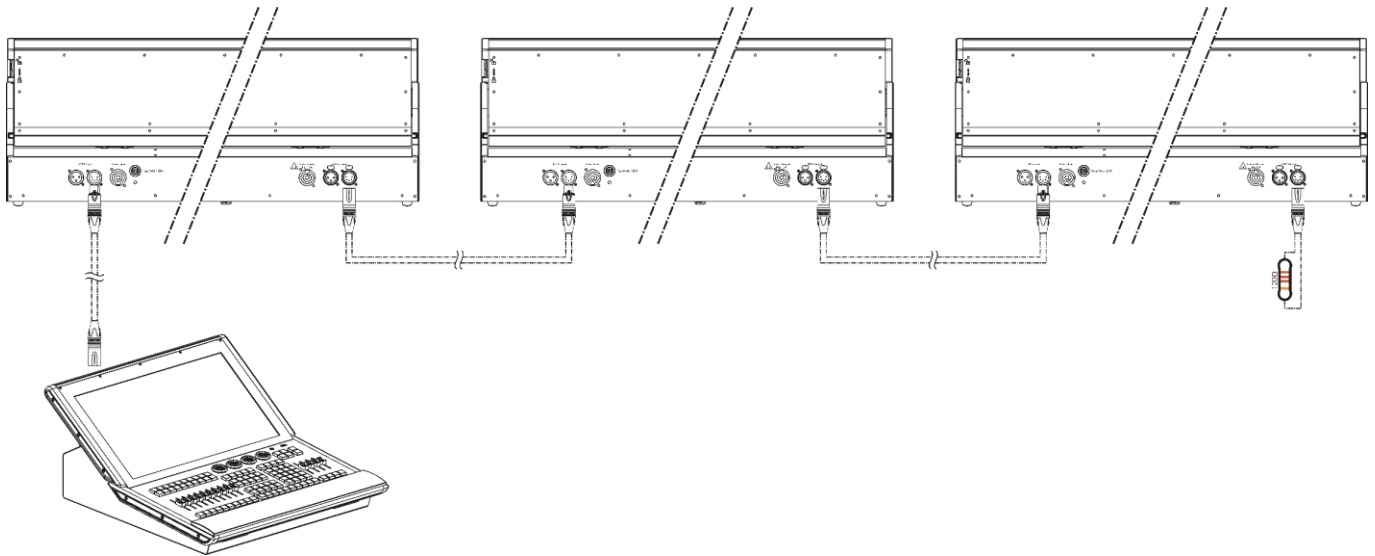

Abb. 09
- 03) Verbinden Sie die gewünschte Anzahl an Geräten auf diese Weise in Reihenschaltung hintereinander wie in Abb. 09 gezeigt.